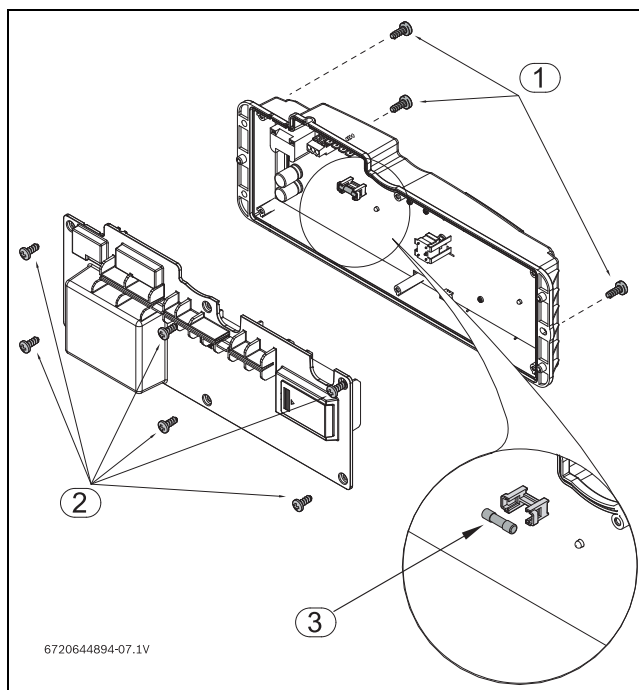

Fig. 44 Position des fusibles
- Retirer les six vis du panneau arrière de l'unité de commande, voir fig. 44, pos. 2.
- Vérifier les fusibles dans le circuit imprimé, voir fig. 44, pos. 3.